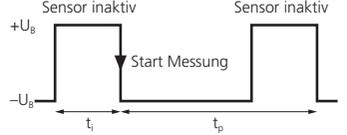

Bild 3: Externes Synchronisationssignal
- Hierzu am Sync-Eingang aller Sensoren ein Rechtecksignal mit Pulsbreite  $t_i$  und Zykluszeit  $t_p$  anlegen (Bild 3 und technische Daten).